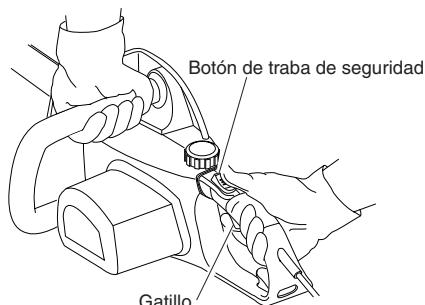

Figura 10 - Posición del gatillo y de la traba de seguridad
3. Utilice ambas manos para sujetar la sierra. Utilice siempre la mano izquierda para asir el mango anterior y la derecha para tomar la posterior. Sujétela con firmeza: los mangos de la sierra deben quedar bien tomados por sus dedos (vea la Figura 10).
5. Cuando esté dispuesto a realizar un corte, preseione la traba de seguridad completamente hacia adelante con el pulgar derecho y apriete el gatillo (vea la Figura 10); la sierra se encenderá. Al soltar el gatillo, se apagará. Cerciórese de que la cadena está girando a su máxima velocidad antes de comenzar a cortar.